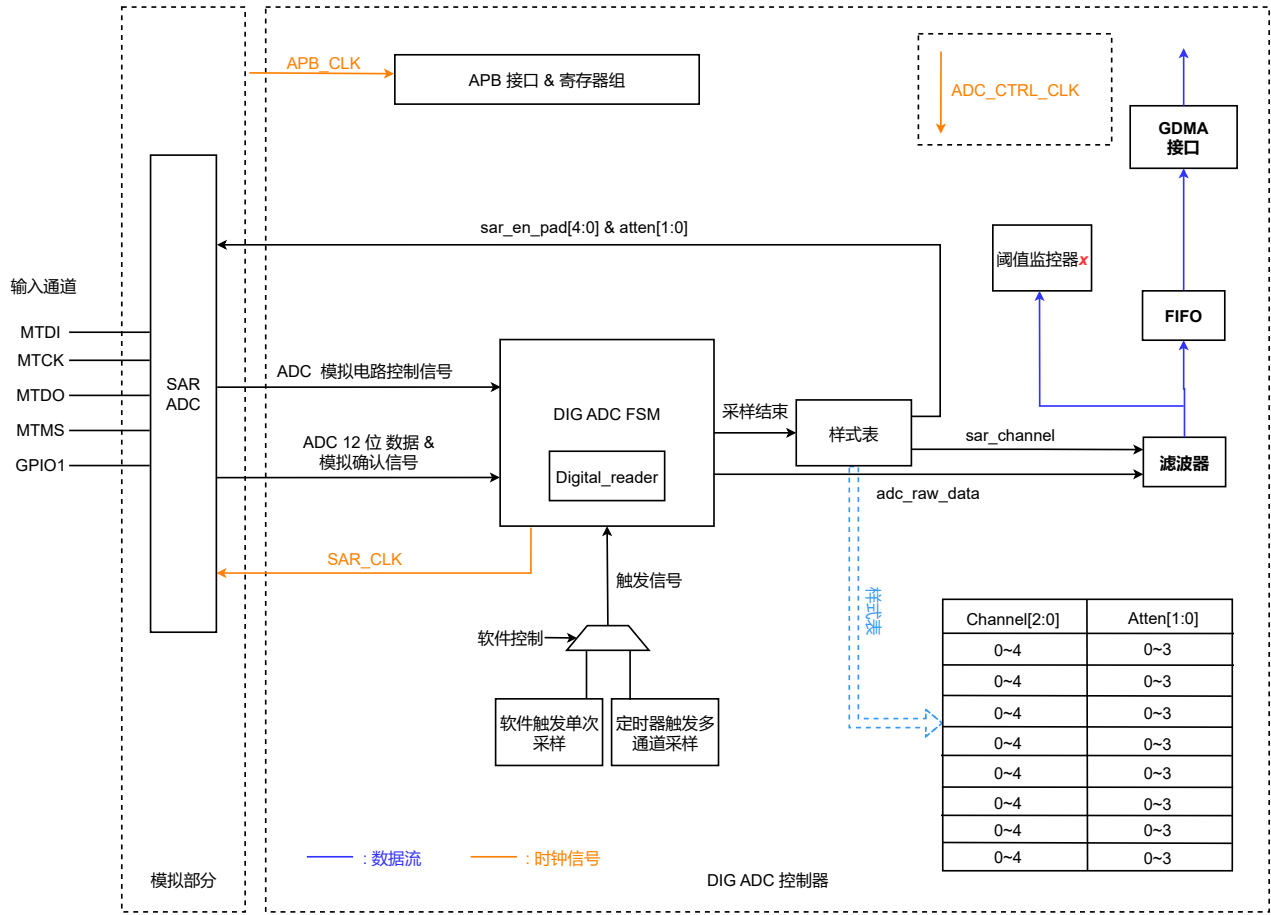

图 36-1. SAR ADC 结构图
SAR ADC 的主要子模块与连接情况见图 36-1。
根据图 36-1，按照从左至右、从上到下的顺序，SAR ADC 模块主要包括以下功能模块：
- 将数据传输给滤波器，然后阈值监控器通过 GDMA 将数据传输给内存（见图 36-1）；